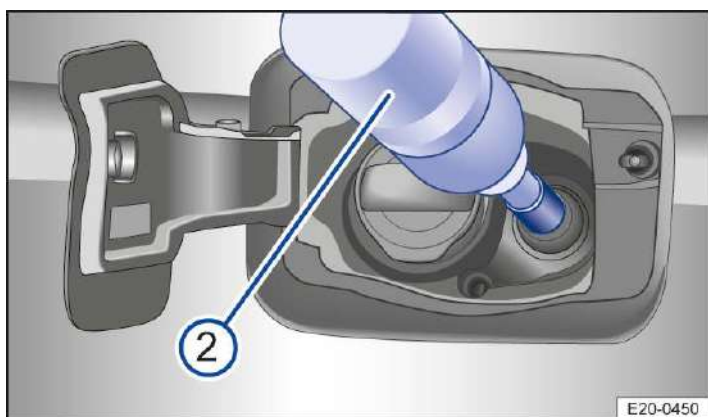

Abb. 2 Hinter der Tankklappe: AdBlue tanken
2. Nachfüllflasche auf den AdBlue®-Einfüllstutzen setzen und Nachfüllflasche handfest festdrehen → *Abb. 2*.
3. Nachfüllflasche in Richtung Tankeinfüllstutzen drücken und Nachfüllflasche in dieser Position halten → *Abb. 2* **(2)**.